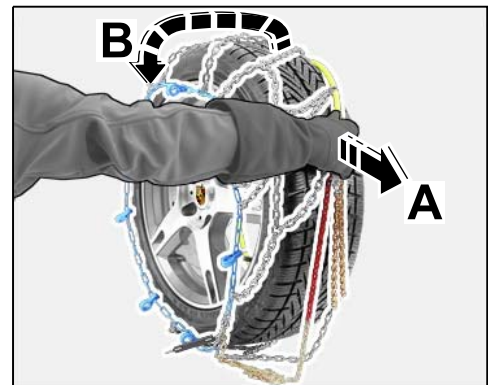

Bild 15
- 3.2.1 Ende Federstahlbügel so weit wie möglich auseinanderziehen (⇒ *Bild 15-A*-) und Schneekette von oben vom Rad ziehen (⇒ *Bild 15-B*-).